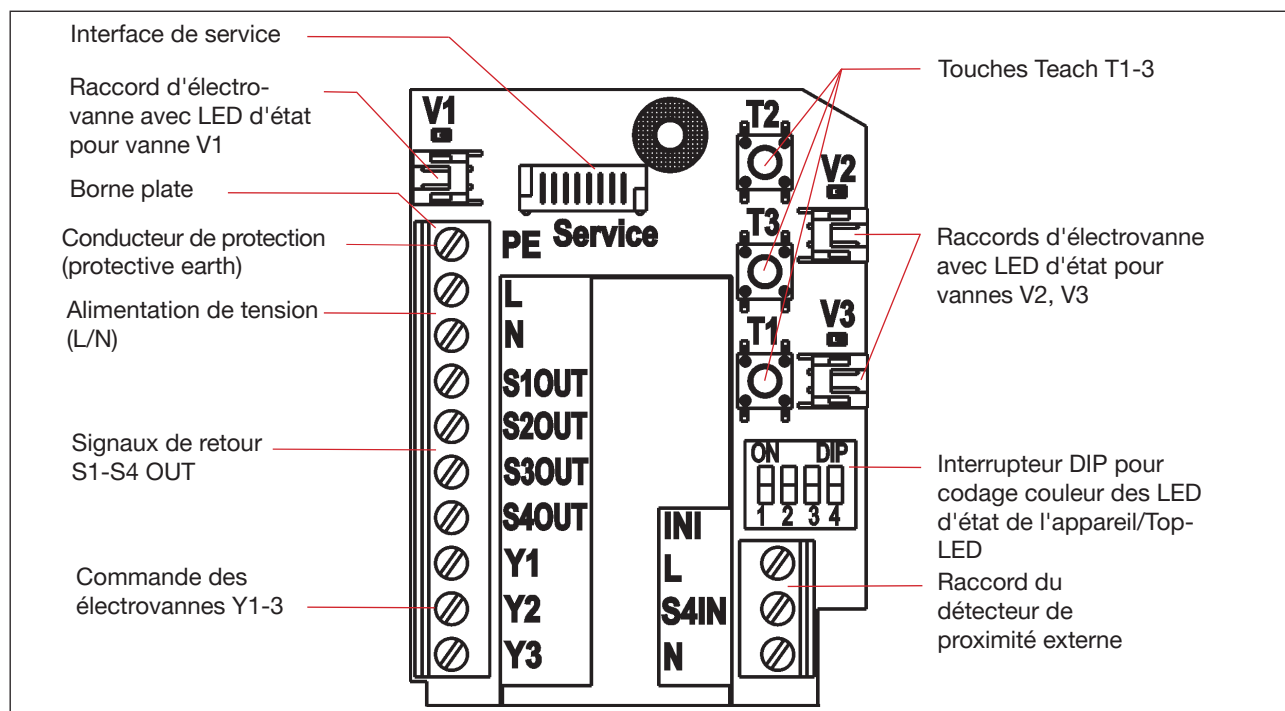

Fig. 19: Module électronique 120 V AC
- Fixer les fils aux bornes de raccordement conformément aux affectations de raccordement décrites sur la « Fig. 19: Module électronique 120 V AC ». Si nécessaire, fixer les câbles avec un serre-câble.